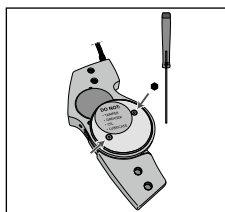

Fig. 4
2. Gebruik de meegeleverde inbussleutel om de twee schroeven van de mediale (RVS) afdekplaat los te schroeven en te verwijderen (zie fig. 4).